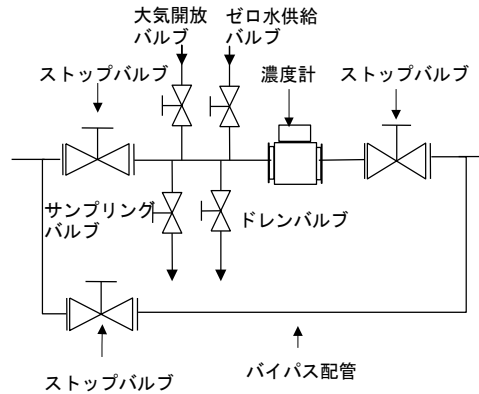
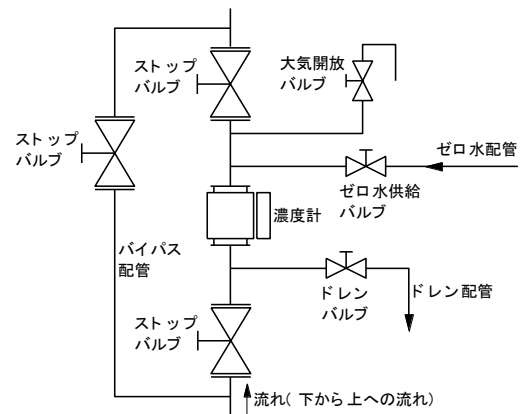

図 6 ゼロ点校正時の水平配管への据付け例
図 7 ゼロ点校正時の垂直配管への据付け例
- (4) 本濃度計は、垂直配管への取付けを推奨します。水平配管でも性能的に変わりなく据付けて使用可能ですが、次のような場合は垂直配管にしてください。
- (5) 水平配管に据付ける場合は、保守と性能確保の点から検出器 RF 部が真上となるように据付けてください。
- (6) 本濃度計には、上流側、下流側の区別がありません。また、直管長も特に必要ありません。
- (7) 本濃度計の面間寸法と配管ラインの取付けスペースの間に誤差がでることが予想される場合は、ルース機構をあらかじめ設けてください。
- (8) 気泡混入の影響をできるだけ排除するために、大気開放となる配管出口からできるだけ離れた水圧がある程度かかる場所への据付けを推奨します。
- (9) ポンプの停止中に濃度計内に被測定流体が充満しなくなったり、濃度計内の濃度分布が不均一になる恐れがある場合は、外部連動機能を使用してポンプ運転時のみ測定するようにしてください。
- (10) 配管を通じてポンプなどの振動が伝わらない場所へ据え付けてください。
- (11) 本濃度計の上流側および下流側には、ストップバルブを設け、さらにこれらのバルブと濃度計間に、それぞれストップバルブ付きでサンプリング口、ゼロ水供給口、大気開放口、ドレン口を設けてください。さらに配管ラインの流れを停止できない場合には中間にストップバルブ付きのバイパス配管を設けてください。これらはゼロ点校正をする場合、濃度計内の被測定流体をドレン口から排出し、濃度計内を濃度 0%の清水で満たす必要があるためです(図 6、図 7 参照)。
- (12) 配管に使用するガスケットは、接続方式に応じた寸法のもので、かつ測定対象に応じた材質のものを、適切に選択してください。